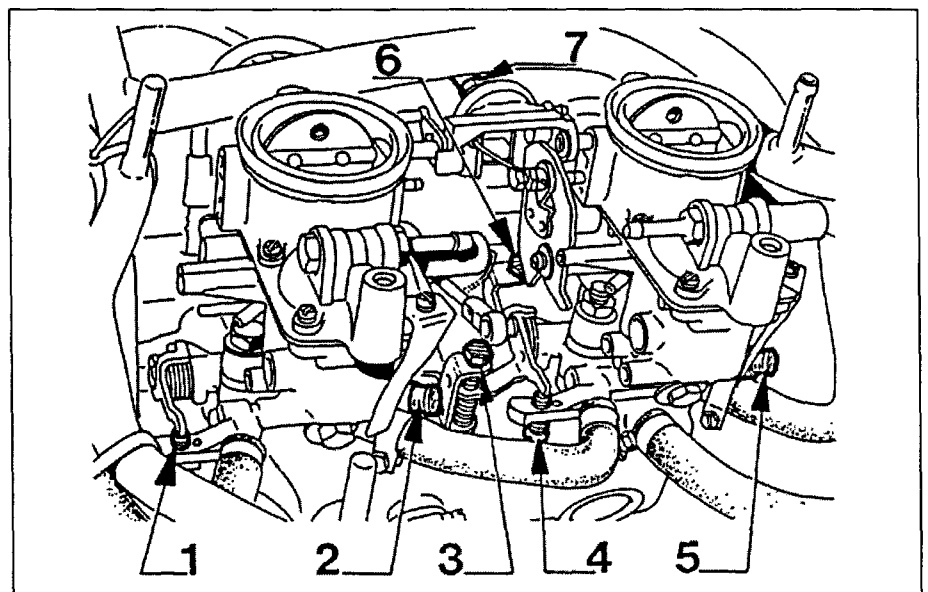

Рис. 4.6 Регулировка холостого хода сдвоенного карбюратора – 35 BISA
- 6 Если значения неравны, уравнивайте их, поворачивая регулировочный винт "З" (рис. 4.6).
- 10 Установите необходимые обороты двигателя винтом "4" (см. рис. 4.6).